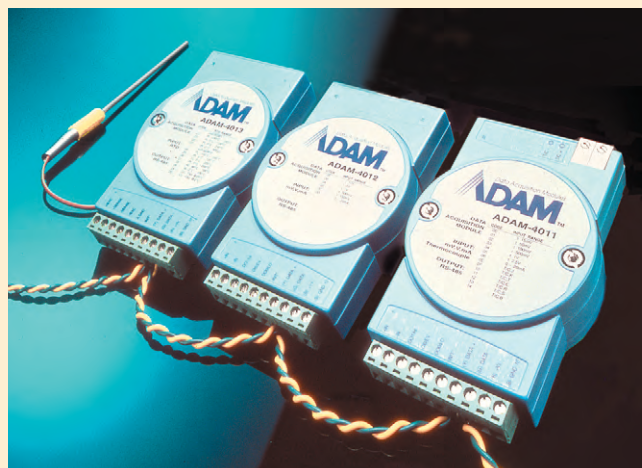

Рис. 15. Интеллектуальные модули УСО ADAM фирмы Advantech позволяют размещать контроллер на расстоянии до 1 км от термопары
2. Необходимо стремиться к максимальному сокращению длины соединительных проводников между термопарой и цифровым измерительным устройством. В случае большого удаления термопары от контроллера следует использовать располагаемые в непосредственной близости от термопар специальные модули нормализации сигналов, превращающие термоЭДС в токовый сигнал (например, 4-20 мА) или непосредственно в цифровой отсчет (рис. 15). Кроме того, эти модули, как правило, обеспечивают гальваническую развязку сигналов и содержат устройства компенсации холодного спая. Дополнительные затраты стоимости окупаются надежностью, точностью и стабильностью работы системы.